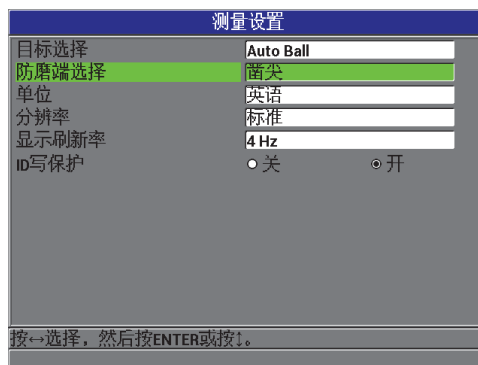

图 4-5 测量设置屏幕
3. 在**测量设置**屏幕中（参见第 80 页的图 4-5），操作步骤如下：